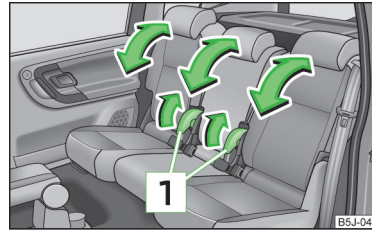

Abb. 55 Sitzlehne einstellen
- › Den Hebel **1** » Abb. 55 ziehen und die gewünschte Neigung der Sitzlehne einstellen.
- › Den Hebel **1** » Abb. 55 auf Seite 70 ziehen und die Sitzlehne ganz vorklappen.